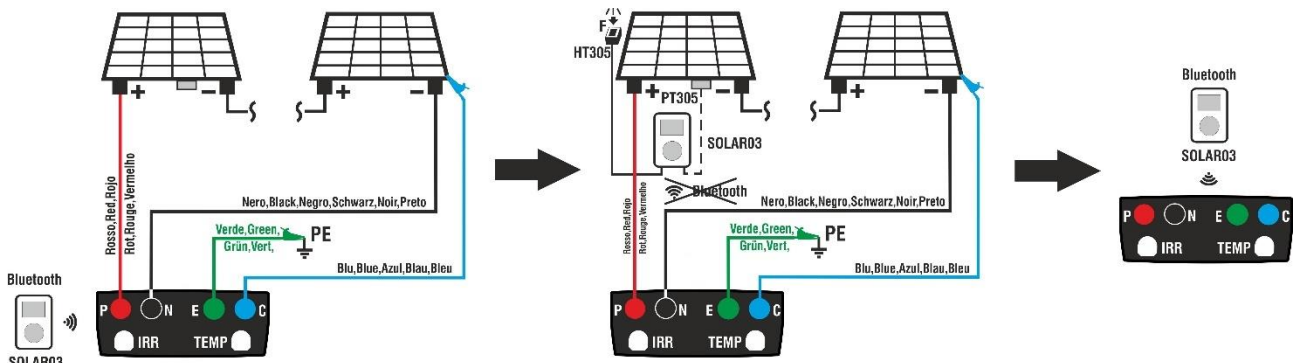
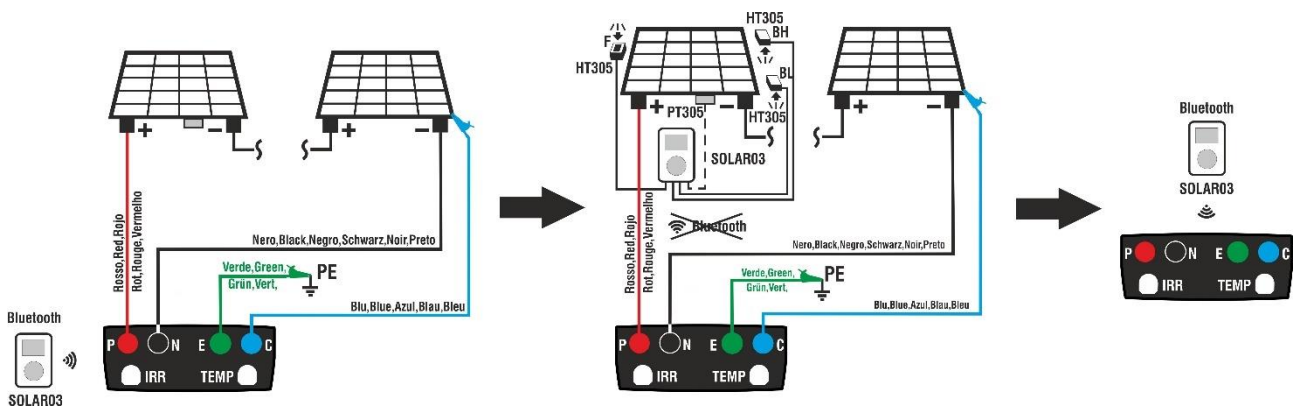

Fig. 14: Utilisation avec SOLAR03 en enregistrement synchrone sur modules Monofaciaux
Fig. 15: Utilisation avec SOLAR03 en enregistrement synchrone sur modules Bifaciaux
2. Connecter l'instrument au module/chaîne en cours d'essai et, le cas échéant, au nœud principal de mise à la terre de l'installation et aux masses métalliques mises à la terre comme indiqué dans la Fig. 14 (modules Monofaciaux) ou la Fig. 15 (modules Bifaciaux). En particulier :
- **Dans le cas des modules Bifaciaux** →, placer les **3 cellules de référence HT305** sur le plan frontal du module (**F**), sur le dos supérieur (**BH=BackHigh**) et sur le dos inférieur (**BL=BackLow**) Connecter la cellule de référence frontale (F) à l'entrée « **INP1** », la cellule de référence BH à l'entrée « **INP2** », la cellule de référence BL à l'entrée « **INP3** » et **éventuellement** la sonde de température **PT305** à l'entrée « **INP4** » de l'unité remote. Conformément à la norme IEC/EN60904-1-2, l'instrument calcule la valeur d'irradiance frontale équivalente (Irr_{eq}) qui correspond à l'irradiance sur le seul plan frontal produisant les mêmes effets que l'irradiance détectée sur les deux faces en tenant compte du **coefficient de biface** (φ) du module selon la relation suivante :
4. Rapprochez l'unité remote SOLAR03 de l'instrument comme indiqué sur la Fig. 14 ou la Fig. 15 – côté gauche
7. **Amener l'unité remote à proximité des modules** et connecter les sondes d'irradiation/température (si nécessaire) comme indiqué dans la Fig. 14 ou la Fig. 15 – côté central. **Ayant déjà commencé l'enregistrement sur l'unité remote SOLAR03, il n'est pas nécessaire de maintenir la connexion Bluetooth.** Maintenir la connexion (si possible) permettra uniquement d'obtenir immédiatement le résultat du test sans attendre la fin de la campagne de mesures.